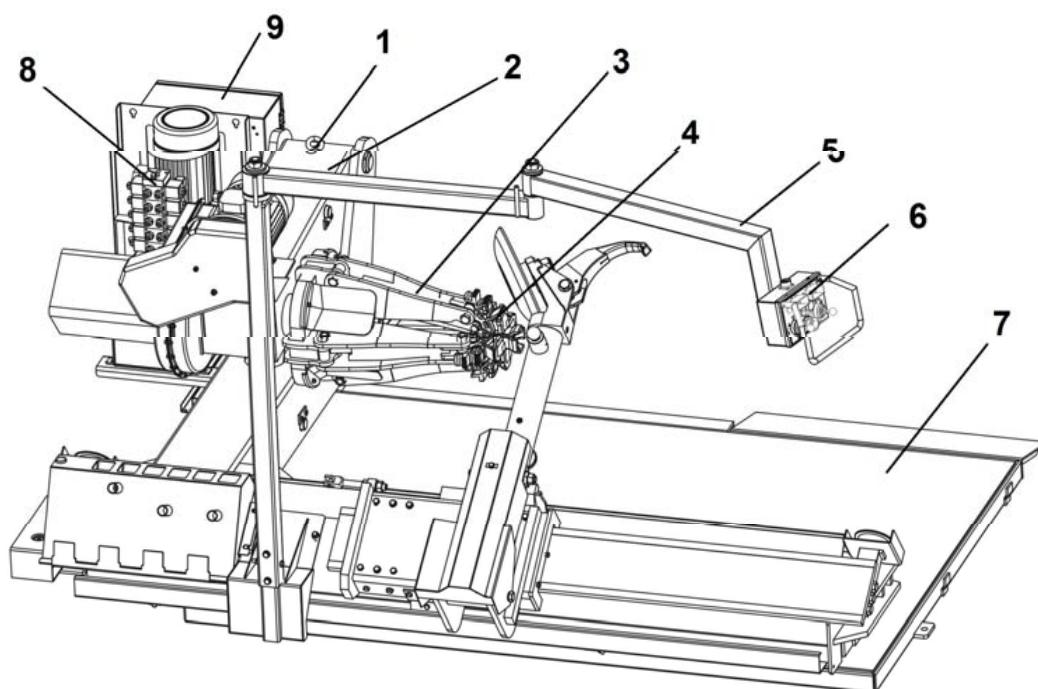
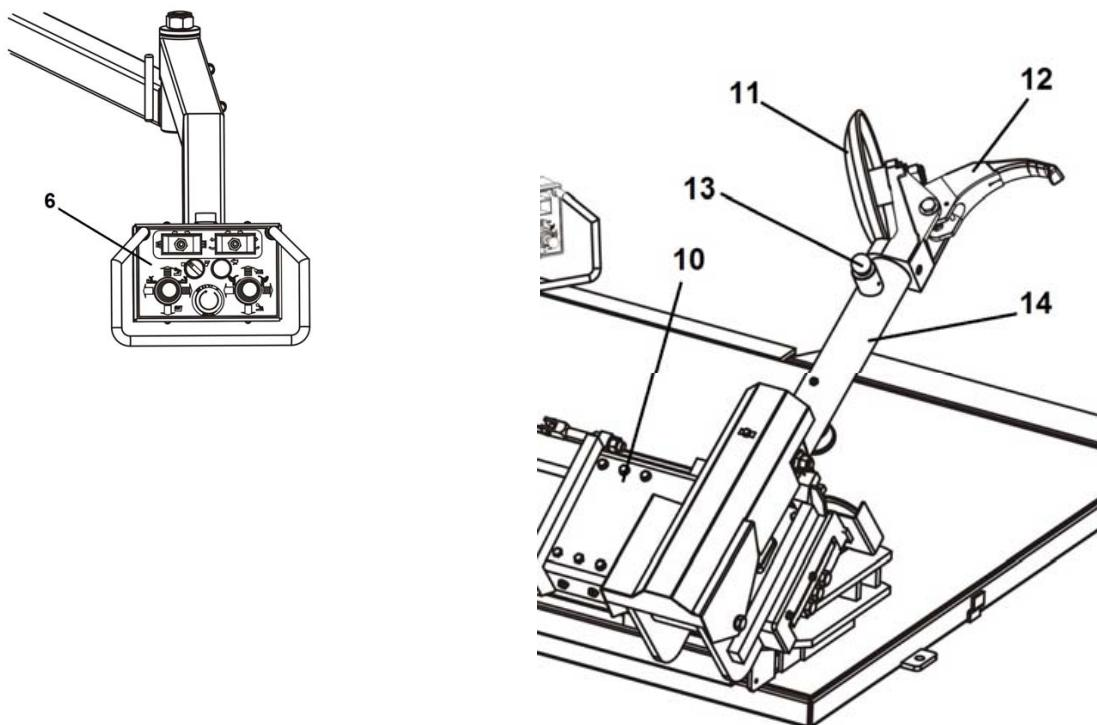

Рисунок 4
Рисунок 5
Расположите шиномонтажный станок, подняв его специальным кронштейном (1-рис. 4), опустите самоцентрирующуюся цангу, удерживая рычаг (2-рис. 4) до упора, закройте самоцентрирующуюся цангую (3-рис. 4) полностью и переместите инструмент каретки (10-рис. 5) к самоцентрирующейся цанге до упора.
– на рычаге держателя инструмента имеется ручка положения рычага инструмента (13, рис. 5). Вытяните ее наружу, чтобы расширить кронштейн инструмента.
- Используя джойстик 2, установите кронштейн снимающего рычага 14, (рис.5) в вертикальное положение.
- Используя джойстик 1, отодвиньте выдвижной стол 13, (рис. 5) от самоцентрирующейся цанги и установите колесо вертикально на выдвинутом столе.
- При помощи джойстика 1 поднимите или опустите кронштейн, чтобы установить самоцентрирующуюся цангую 3, (рис. 5) по центру по отношению к ободу.
- При помощи кронштейнов зажимного устройства 22, (рис. 5) в закрытом положении передвиньте колесо на выдвижном столе к самоцентрирующейся цанге. Посредством переключателя 9, (рис. 5) зафиксируйте цангу на внутренней поверхности обода колеса.